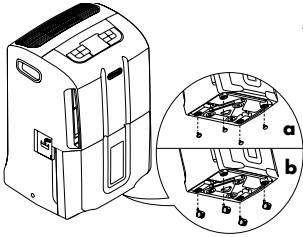

Abb. 1
- 2) Die Gummistüpsel unter dem Gerät entfernen, dazu kräftig ziehen und eventuell eine Zange zu Hilfe nehmen (siehe Abbildung 1/a).
- 3) Die Räder durch Einsetzen der Stifte in die Löcher anbringen (siehe Abbildung 1/b).